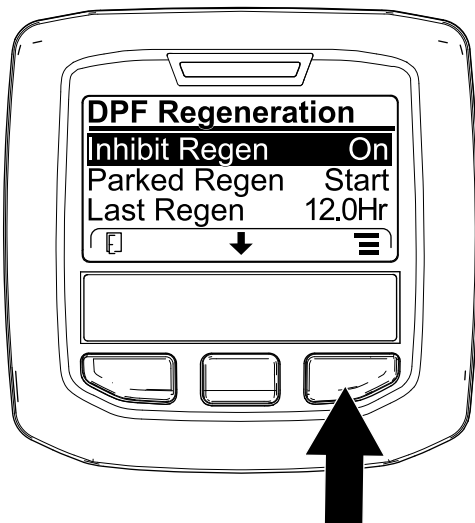
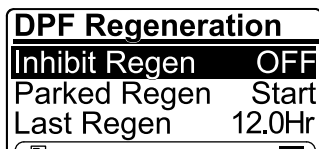

Figura 76
Figura 77
1. Accesați meniul DPF Regeneration (Regenerare DPF), apăsați butonul central pentru a derula în jos la opțiunea INHIBIT REGEN (Inhibare regenerare) și apăsați butonul din dreapta pentru a selecta accesarea Inhibit Regen (Inhibare regenerare) (Figura 76).
2. Apăsați butonul din dreapta pentru a schimba setarea de inhibare a regenerării de la Pornire la Oprire (Figura 76) sau de la Oprire la Pornire (Figura 77).